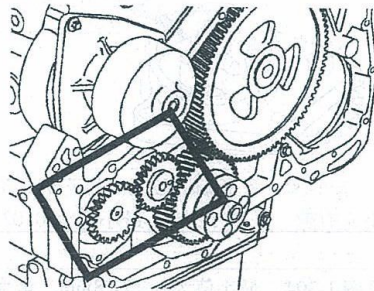

图 1-383 机油泵由曲轴齿轮驱动
- 1) 机油泵安装在发动机气缸体上，由曲轴齿轮驱动，见图 1-383。